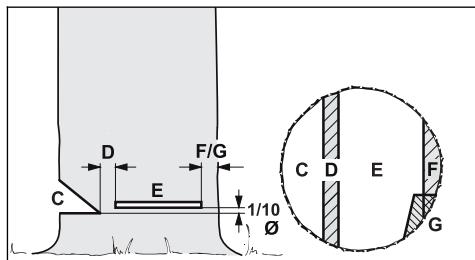

Рис. 18
- ширина недопила: около  $1/10$  диаметра ствола (рис. 18);
С помощью основного пропила (рис. 18, поз. Е) дерево заваливается.
–  $1/10$  (мин. 3 см) диаметра ствола над основанием подпила (рис. 18, поз. С).
Удерживающий ремень (рис. 18, поз. F) или защитный ремень (рис. 18, поз. G) подпирает дерево и предохраняет его от преждевременного падения.
Выбрать подходящие клинья для валки деревьев в зависимости от диаметра ствола и от ширины разреза (основного пропила) (рис. 18, поз. Е).